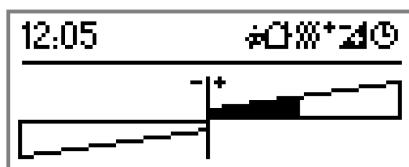

Bild 58: Beispiel einer 2-Bereichs-Anzeige mit Basis-Sollwertverschiebung als Bargraph
- i** In der Anzeigefunktion "Sollwertverschiebung als Bargraph" (Bild 58) können keine ergänzenden Texte konfiguriert werden.
Der Tastsensor lässt es zu, bei relativer Sollwertvorgabe die Solltemperatur des Raumtemperaturreglers innerhalb festgelegter Grenzen stufenweise zu verschieben. Diese Sollwertverschiebung kann entweder über die Displaytasten (siehe Seite 18-19) oder durch Reglernebenstellen in positive (+) wie auch in negative (-) Richtung ausgeführt werden. Ob eine Basis-Sollwertverschiebung stattgefunden hat (die Verschiebung also ungleich "0" ist), wird bei der 2-Bereichs-Anzeige in der Statuszeile durch das Symbol  signalisiert. Optional kann die Sollwertverschiebung auf dem Display in Form eines Bargraphen angezeigt werden (Bild 58). Dabei belegt der Bargraph die gesamte Menüfläche, so dass andere Anzeigefunktionen in diesem Anzeigebereich nicht mehr dargestellt werden können. Sofern die "Sollwertverschiebung" als Bargraph konfiguriert ist, wird im Menü "Sollwertverschiebung" (Bedienung der Displaytasten) anstelle eines Temperaturwerts die Verschiebung in Form des Bargraphen angezeigt.